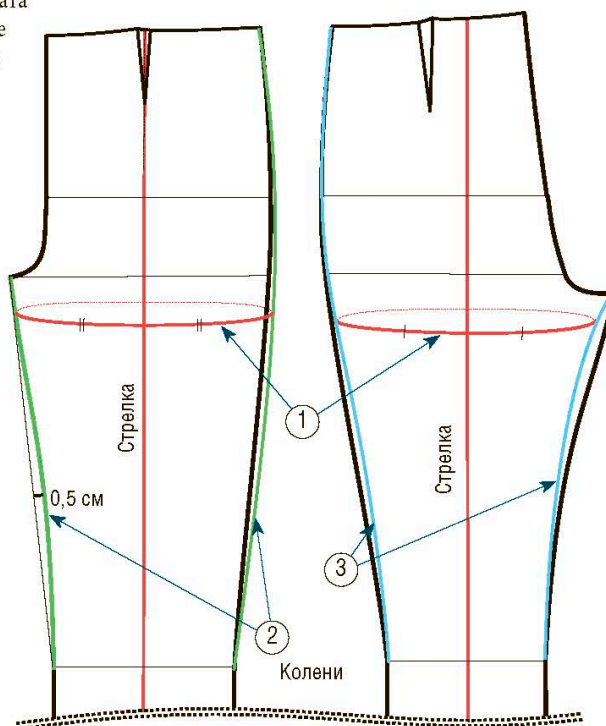

Рис. 2
② Начиная с передней половинки, восстановите линии бокового шва и шаговой линии брючин (обозначены зеленым на рис. 2), учитывая ширину бедер (обозначена красным), отмеченную на первом этапе построения. Если эта величина выходит за границы базовой выкройки, без колебаний увеличьте немного ширину брюк на уровне бедер (обозначено зеленой линией).
③ Выполните аналогичные действия на выкройке задней половинки. Смоделируйте шаговую линию и боковой шов (обозначены голубым), учитывая ширину обхвата бедер, обозначенную красной линией на рис. 2.